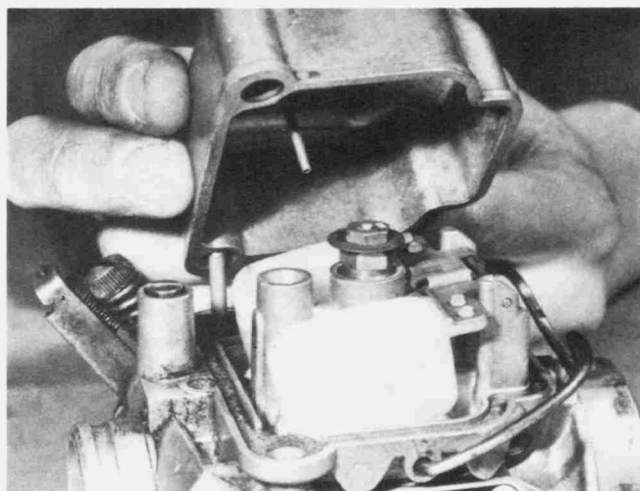

Bild 196
- 45 Membranträger (1)
- 46 Sicherungsring (1)
- 47 Membranträger-Einbauschraube (4)
- 48 Vergaserdeckel (1)
- 49 Domdeckelschraube (4)
- 50 Gegenmutter für Gas-Seilzug-Einstellschraube (2)
- Die Klammer für Schwimmergehäuse zurückdrücken und das Schwimmergehäuse abnehmen (Bild 196).